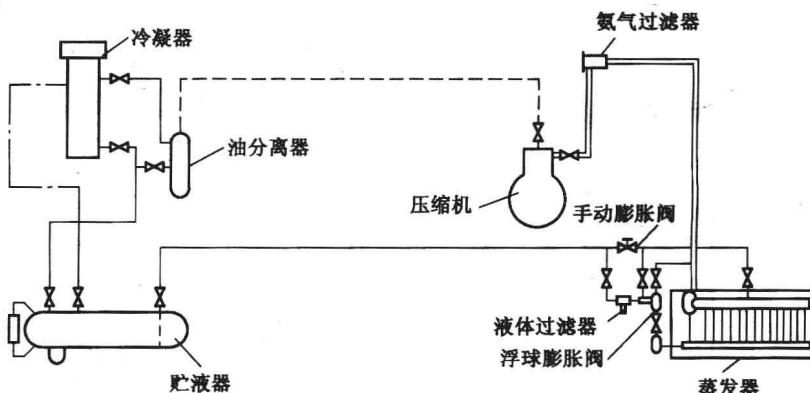

图 1-7 单级压缩氨制冷系统图
(1) 氨制冷系统：大多数冷库采用。单级压缩氨制冷系统图如图 1-7 所示。